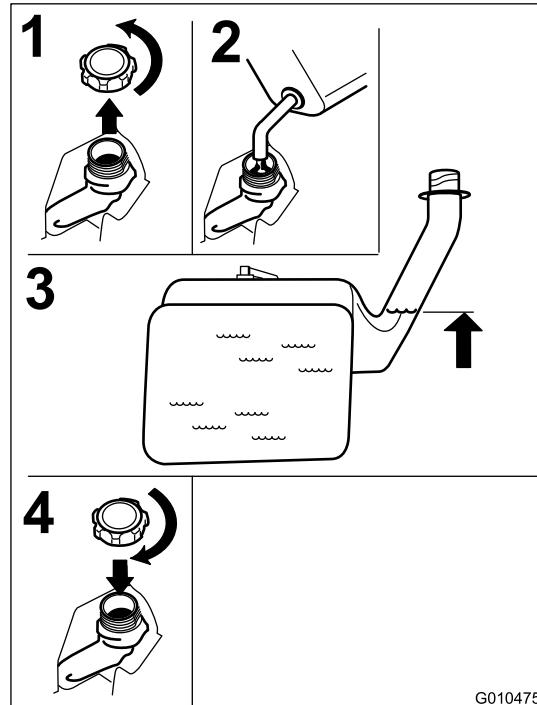

Figure 13
2. Versez lentement de l'essence sans plomb ordinaire jusqu'à ce que le niveau atteigne le bas du goulot de remplissage (Figure 13).